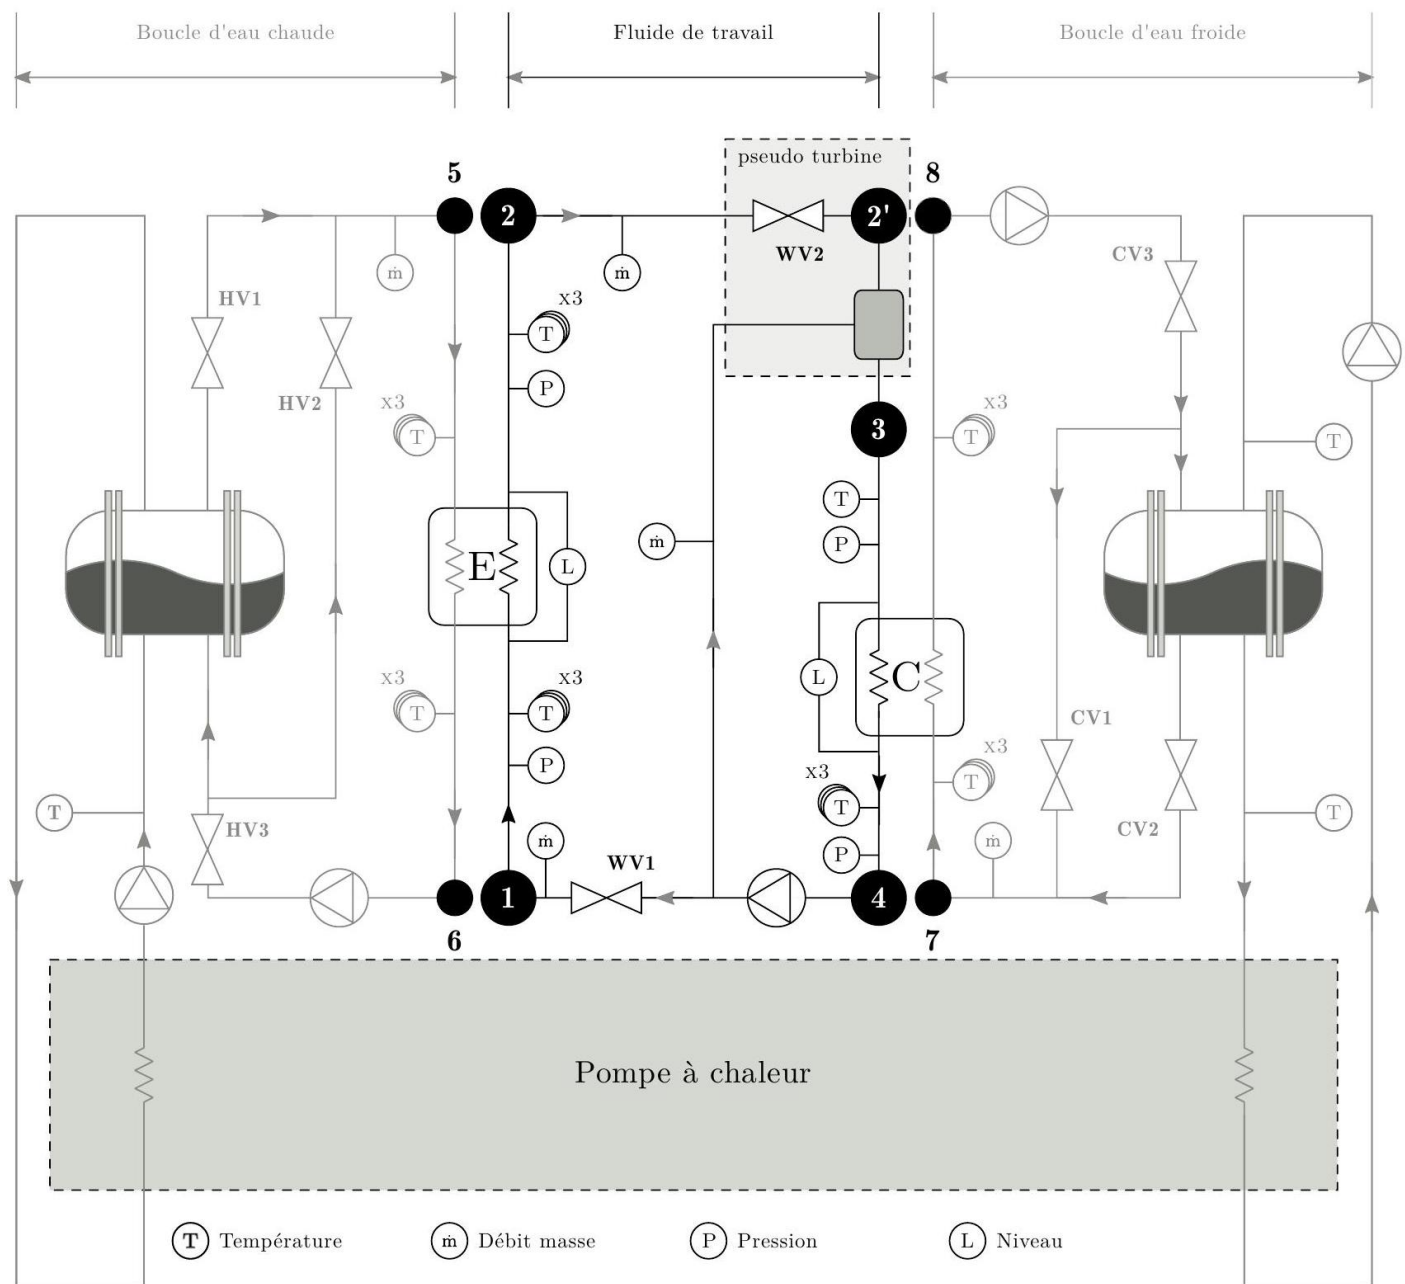
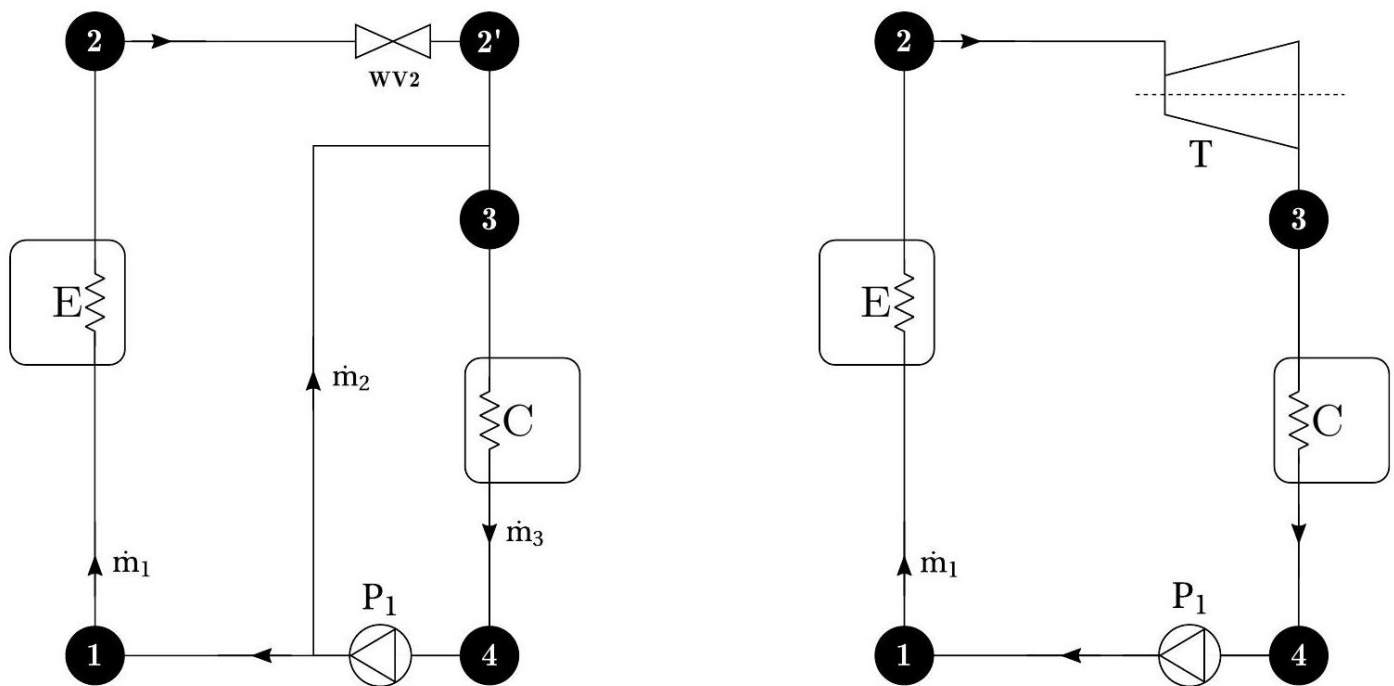

Figure 2 Schéma global du prototype ETM. Hal open science, Étude expérimentale d'un prototype ETM à La Réunion.
Figure 3 Cycle réel (a) à gauche et cycle virtuel (b) à droite de l'ammoniac. Hal open science, Étude expérimentale d'un prototype ETM à La Réunion.
Un prototype de centrale ETM est installé à La Réunion. Il n'est pas raccordé à l'océan et une pompe à chaleur simule les sources d'eau chaude et d'eau froide. L'ammoniac est le fluide de travail et son évolution est représentée sur la partie centrale de la figure 2. Le cycle réel de l'ammoniac est également représenté figure 3(a), ainsi qu'un cycle virtuel figure 3(b) expliqué ensuite.
- La vapeur produite est détendue de manière isenthalpique dans la vanne WV2 jusqu'à la pression de 6 bar (point 2 à point 2'). Une petite quantité de liquide froid, prélevée avant la vanne WV1, est injectée dans la vapeur chaude de façon à diminuer sa température (désurchauffe isobare) (point 2' à point 3). Ces transformations (détente et désurchauffe) sont contrôlées de telle sorte qu'elles donnent les mêmes propriétés au fluide que s'il avait été soumis à une détente isentropique dans une turbine jusqu'à la pression de 6 bar (point 2 au point 3 figure 3(b)).
- Le fluide de travail est ensuite condensé en liquide juste saturant par un condenseur C adiabatique et isobare à double flux grâce à l'eau froide (point 3 à point 4) puis ramené vers l'évaporateur avec une pompe à la pression de 9 bar (point 4 à point 1) en fonctionnement isentropique (la pompe est notée P_1 sur la figure 3).
En raison de la taille réduite du prototype, une véritable turbine capable de produire la puissance nécessaire n'était pas disponible. Néanmoins, en considérant le cycle virtuel représenté sur la figure 3(b), où la détente isentropique du point 2 au point 3 est attribuée à une turbine virtuelle, on peut calculer le rendement du cycle.
Q 18. Exprimer, en fonction des températures, $\mathcal{P}_{\text{th,ec}}$, la puissance reçue par l'eau chaude au niveau de l'évaporateur (cf. figure 2).